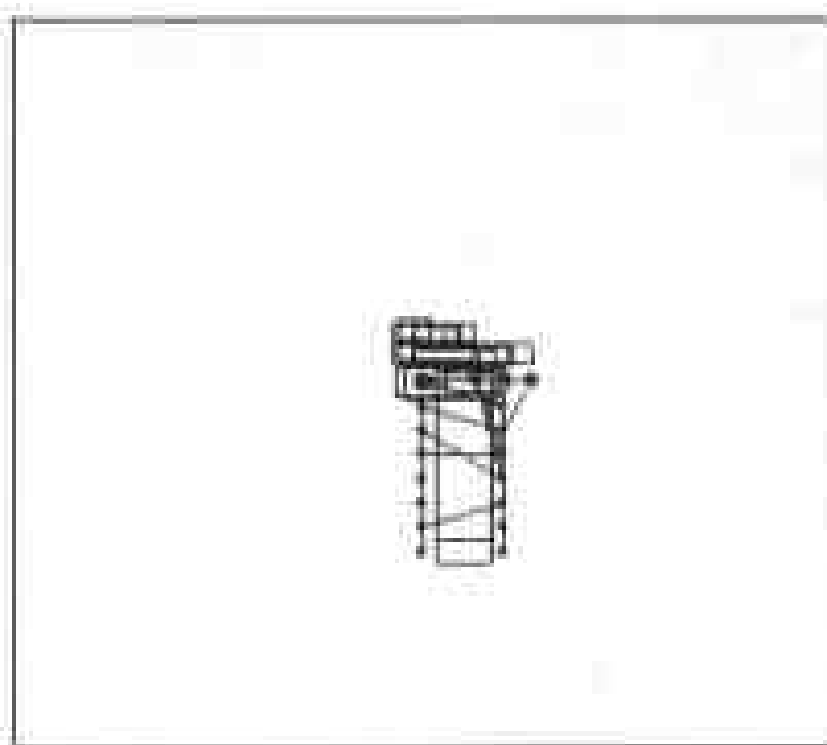

图 5-156 引入网络表后的电路板
(4) 在网络表管理器对话框单击 **Execute** 按钮, 网络表中组件将出现在电路板框内, 如图 5-156 所示。